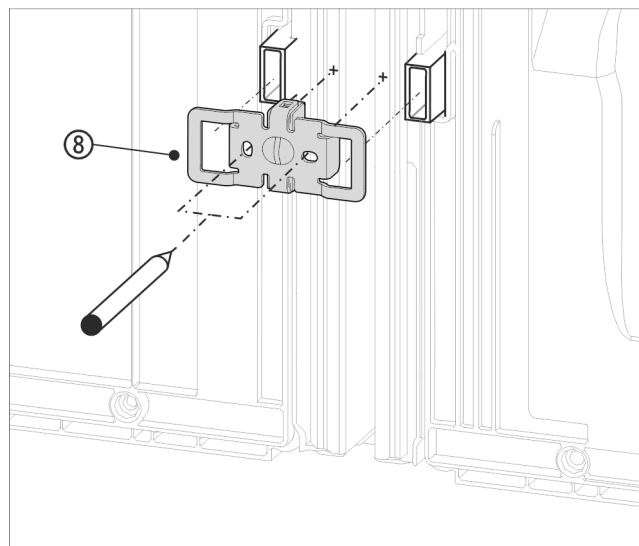

Fig. 15 Beispielhafte Darstellung
- Winkel Fig. 15 (8) mit den Aussparungen über die Aufnahme für die Wandabstandshalter schieben.